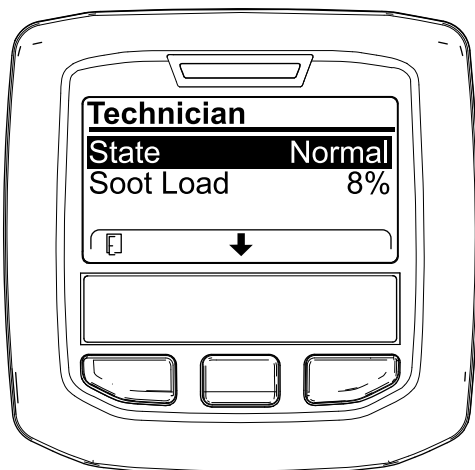

Figura 62
- Utilizai tabelul de operare DPF pentru a înțelege starea actuală a operării DPF (Figura 62).